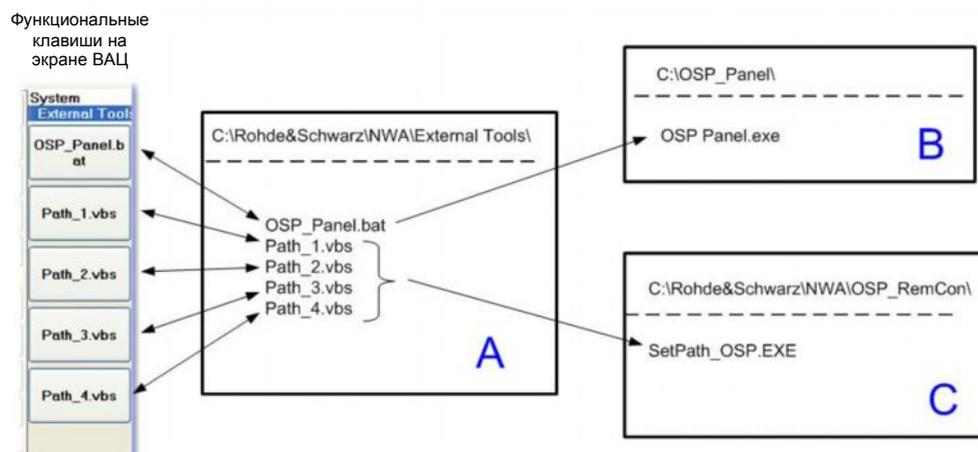

Рисунок 2-1 – Организация файлов на жестком диске для дистанционного управления блоком OSP с помощью ВАЦ
- Загрузите ПО OSP Panel и установите его в папку "C:\OSP\_Panel\)", см. рисунок 2-1, блок В